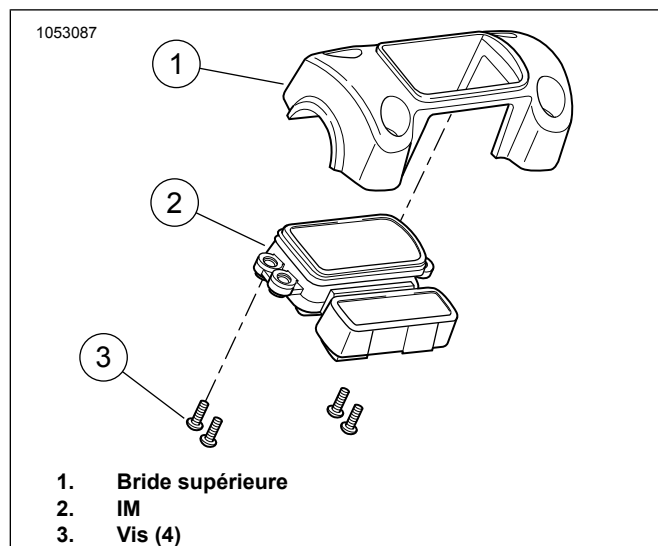

Figure 2. IM : FXBB, FXBR, FXBRS
1. Voir la Figure 2. Retirez Module d'instruments de bord (IM) (2).
- a. Retirez et jetez la vis d'origine (3).
- b. Retirez IM de la bride supérieure (1).